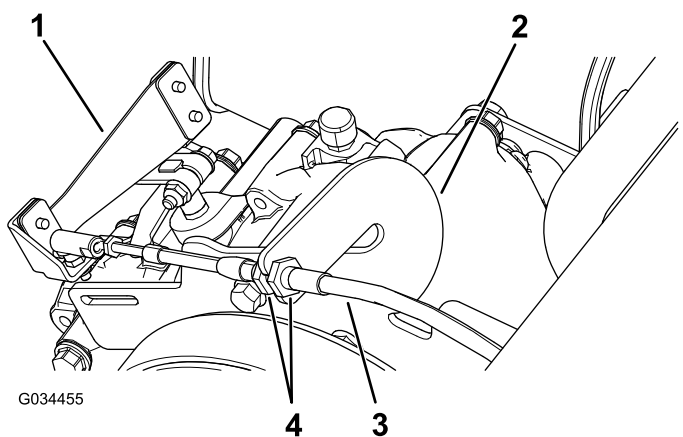

Figura 57
1. Staccate il cavo del cambio dalla fessura nella barra a chiave (Figura 57).
2. Allentate i controdadi sul cavo del cambio e regolateli come opportuno (Figura 57).
3. Testate la posizione del cambio ruotando il selettore della velocità nelle 3 diverse posizioni e verificate se la leva (Figura 57) cambia in modo opportuno tra una marcia e l'altra; fate riferimento a Leva e indicatore del cambio \(pagina 17\).
4. Quando avete raggiunto la regolazione desiderata, montate il cavo del cambio nella fessura nella barra a chiave (Figura 57).